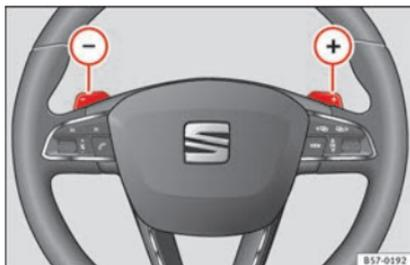

Abb. 200 Lenkrad: die Hebel für Automatikgetriebe.
- Um einen Gang hochzuschalten, tippen Sie die Schaltwippe **(+)** an »» **Abb. 200**.